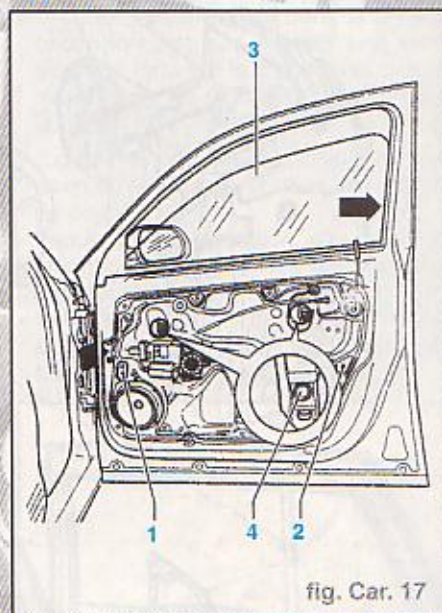

fig. Car. 17
- Enfoncer la glace de porte (3) dans le guide-glace (flèche) et serrer les mâchoires de serrage avec les vis (4) (1,0 daN.m) (fig. Car. 17).